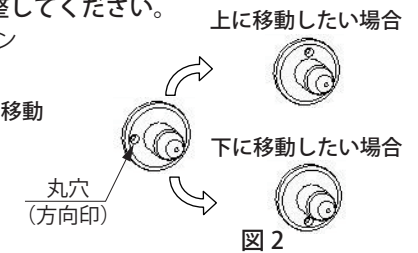

図 2
3. 2の調整でも干渉する場合は、90° 回転して干渉しない位置で固定してください。(図 2)